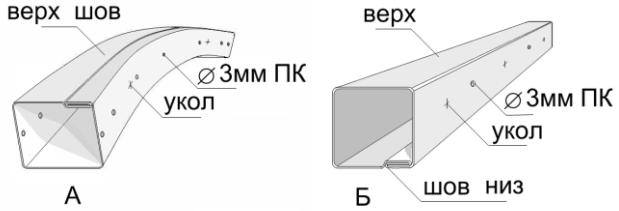

Рис. 5
7. При сборке будьте внимательны. Не перепутайте детали, верх с низом, торцевую деталь с деталью удлинения. Торцевые детали теплицы имеют отверстия Ø 3мм. для крепления ПК на торце (см. Рис. 5).